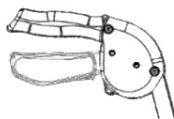

Fig. 5
1. Trek de remgrepen omhoog tot ze loskomen, zoals aangegeven in Fig. 5.